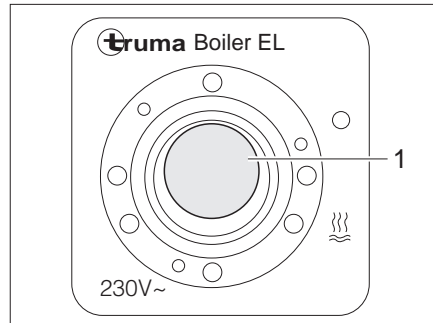

Bild 124 Kippschalter für Truma Boiler (230-V-Elektrobetrieb)
- Den Kippschalter (Bild 124,1) einschalten. Die Kontroll-Leuchte im Schalter leuchtet. Das Wasser im Boiler wird auf 65 °C aufgeheizt.
- Den Kippschalter (Bild 124,1) auf "0" stellen. Die Kontroll-Leuchte im Schalter erlischt.
- An der Bedieneinheit (Bild 123) den Drehschalter (Bild 123,3) auf "○" (Bild 123,4) stellen bzw. den Kippschalter (Bild 124,1) auf "○" stellen.